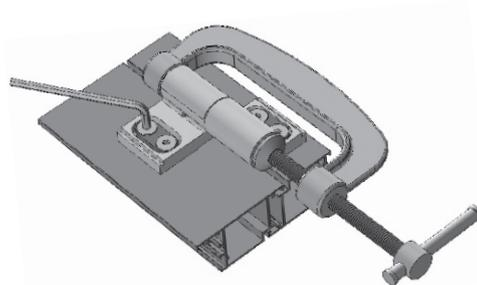

Рис. 20
РЕКОМЕНДАЦИЯ: стянуть петли струбцинами для устранения люфта и неравномерности нагрузки на петли (Рис. 20).
10. Окончательно затянуть винты М8х30 имбусовым ключом 5 мм (Рис. 20).